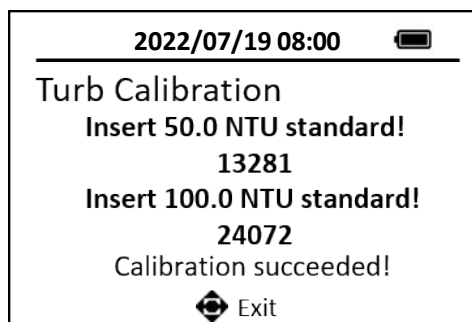

Figura 8 Calibración de turbidez de alto rango
12. Pulse la tecla **Continue** para medir el estándar seleccionado. La calibración de turbidez de alto rango se ha realizado correctamente. (Figura 8)